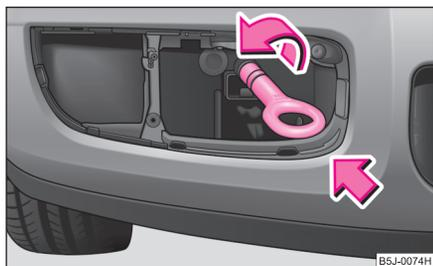

Abb. 177 Vorderer Stoßfänger: Einbau der Abschleppöse
- Abschleppöse von Hand nach links bis zum Anschlag ⇒ Abb. 177 einschrauben.